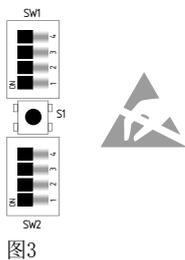

图3
时间设置（见图3和图4）
- DIP开关的安装位置位于安全监控模块的前盖下（见图3和图4）。
- 按钮S1位于安全监控模块前盖下（见图2和图3）。